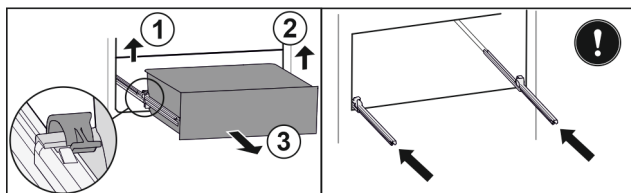

Fig. 142
- ▶ Løft den venstre klemme, og træk samtidigt skuffen i venstre side fremad. Fig. 142 (1)
- ▶ Løft den højre klemme, og træk samtidigt skuffen i højre side fremad. Fig. 142 (2)
- ▶ Tag skuffen ud fremefter. Fig. 142 (3)